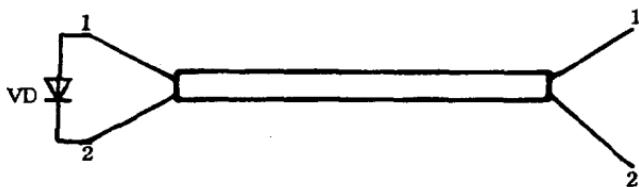

图 1-1 两芯电缆对线
(1) 两芯电缆对线法
① 选一只晶体二极管，型号、规格任定，测定出二极管的阳极和阴极。
② 将二极管接在电缆一端的两根芯线上，并确定接二极管阳极的芯线为1号线，接阴极的芯线为2号线，如图1-1所示。
③ 在电缆的另一端，用万用表的 $R \times 100$ 电阻挡正、反测两芯线之间的电阻。万用表的指示值，将是一次大，一次小。示值小的一次，接负表笔的芯线为1号线，另一根为2号线。
(2) 三芯电缆对线法
① 选一只晶体二极管，型号、规格任定，测定出二极管的阳